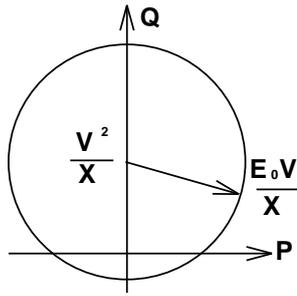

図 5.19: 円線図
2. V, E_0 を一定として δ を変えたとき, 上式の P, Q の軌跡が, 中心 $(P, Q) = (0, \frac{V^2}{X})$, 半径 $\frac{VE_0}{X}$ の円 (図 5.19) となることを示せ。